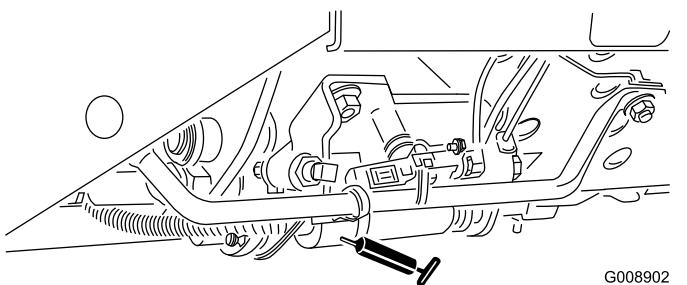

Рисунок 42
- Ползунок режима скашивания/транспортировки (Рисунок 42)